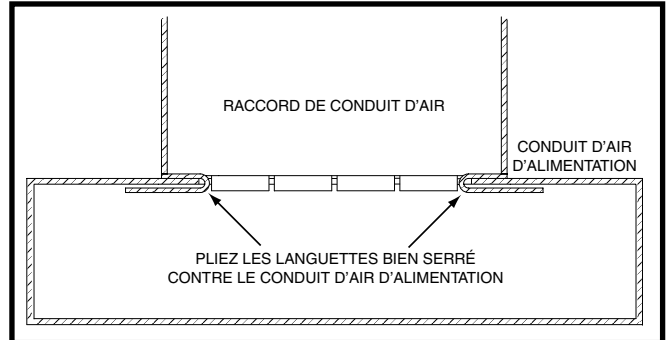

Figure 10. Languettes du raccord de conduit
- Pliez les deux languettes vers le haut de 90° sur la plaque de montage. Consultez la Figure 10 \(page 7\).